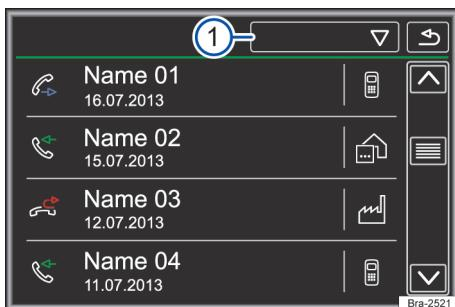

Fig. 137 Menu Chamadas (listas de chamadas).
Tocar na superfície de função  → Fig. 137 ①. Selecionar a lista de chamada desejada: **[Todas]**, **[Perdidas]**, **[Discadas]** ou **[Atendidas]**.